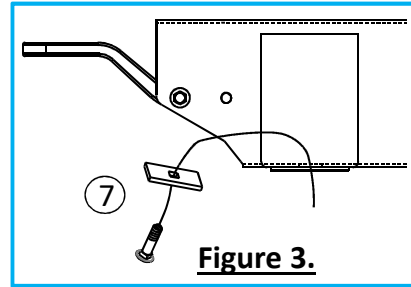

Figure 3.
- Installer les fixations** – Acheminez l'extrémité extensible par le trou existant dans la base du châssis et hors de l'extrémité du longeron. Fixez le boulon de carrosserie de 1/2 po (article 3) et la cale de 1/4 po (article 4) sur le fil de traction (article 7) et tirez les fixations dans l'extrémité des longerons et en place; des deux côtés. Assurez-vous que les cales reposent à plat à l'intérieur du châssis. **Voir la figure 3.**
3. **Installer les fixations** – Acheminez l'extrémité extensible par le trou existant dans la base du châssis et hors de l'extrémité du longeron. Fixez le boulon de carrosserie de 1/2 po (article 3) et la cale de 1/4 po (article 4) sur le fil de traction (article 7) et tirez les fixations dans l'extrémité des longerons et en place; des deux côtés. Assurez-vous que les cales reposent à plat à l'intérieur du châssis. **Voir la figure 3.**